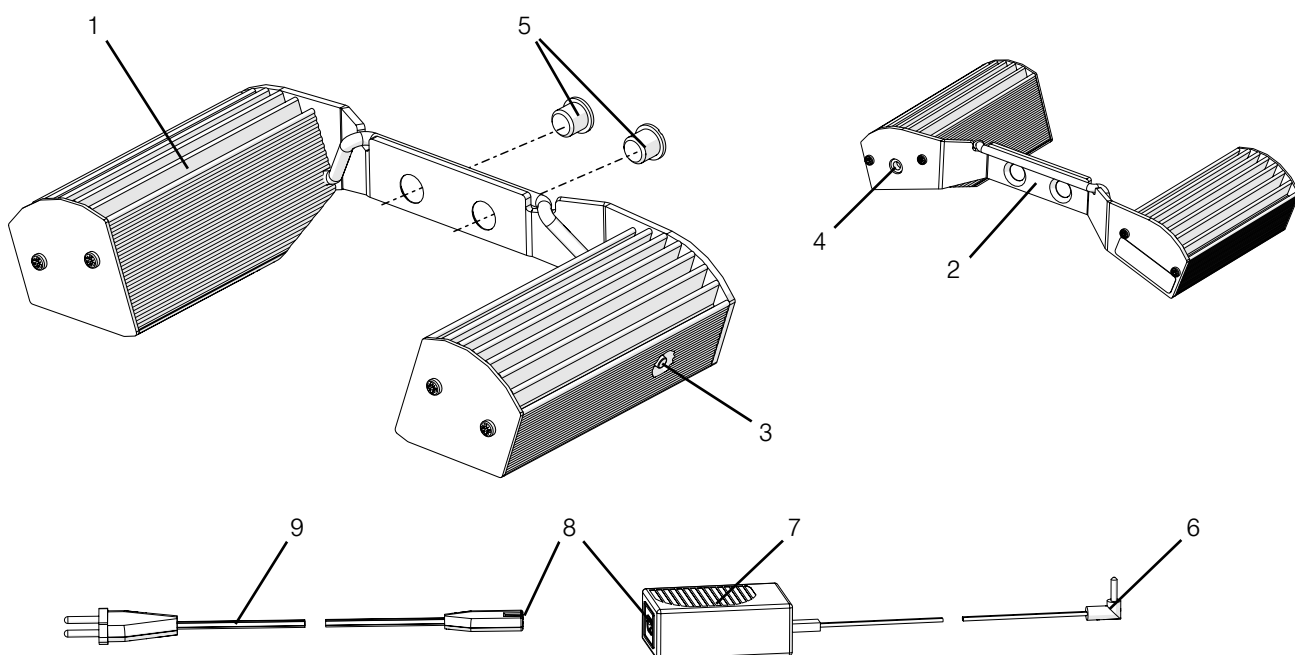

図1
- ⇒ 電源コード (9、図 1) を 電源アダプター (7、図 1) の電源入力ソケット (8、図 1) に差し込みます。
オン / オフ ボタン (3、図 1) で LED ライトのオン、オフ、減光 (ディマー機能) の切替が出来ます。